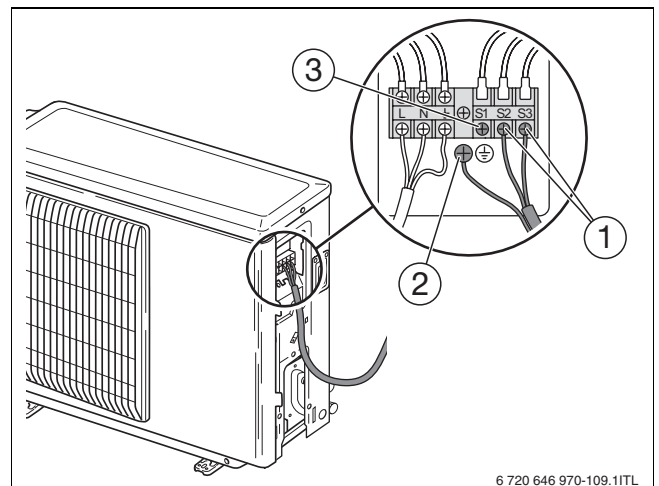

Bild 42 Anschlussklemme der Außeneinheit
- Erdungsleitung der Außeneinheit anschließen (→ Bild 42, [2]).
- Die BUS-Anschlüsse der Luft-Wasser-Wärmepumpen-Regelung an die Anschlussklemmen S2 bzw. S3 anschließen (→ Bild 42, [1]).